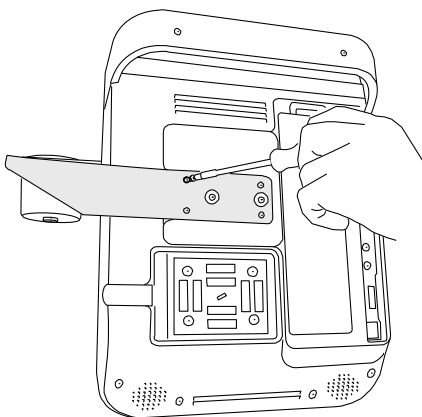

Figura 2 Aperte os parafusos no suporte do transdutor
- 2 Use uma chave Phillips para apertar os quatro parafusos. Consulte Figura 2.
- ❖ Use uma chave Phillips para afrouxar os quatro parafusos na parte de trás do suporte do transdutor. Consulte Figura 2.